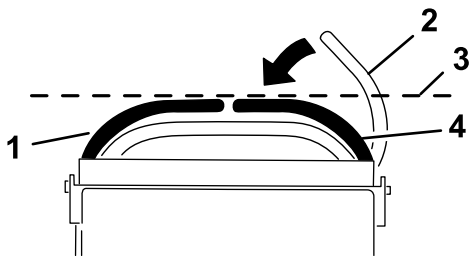

Figure 59
4. Vérifiez l'alignement horizontal des leviers de commande de déplacement (Figure 59).